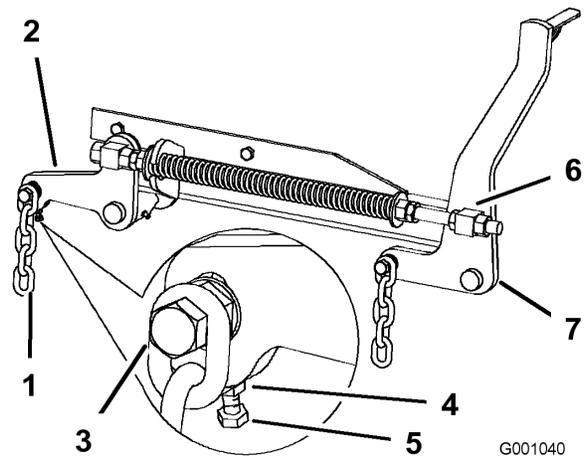

Figura 73
- Si las medidas realizadas en las posiciones **B** o **C** no son correctas, afloje el perno que fija la cadena trasera al brazo de soporte trasero (Figura 73).
- Afloje la contratuerca situada debajo del brazo de soporte trasero y ajuste el perno de ajuste hasta obtener una medida de 79 a 83 mm (3-1/8 a 3-1/4 pulg.) (Figura 73).
7. Afloje las contratuercas de pivote delantero, en la parte delantera de los pivotes derecho e izquierdo, aproximadamente 13 mm (1/2 pulg.) (Figura 73).
8. Ajuste las tuercas de elevación en el lado izquierdo y derecho de la máquina hasta obtener una distancia de 6 a 10 mm (1/4 a 3/8 pulg.) menos en la parte delantera en **A** que en la parte trasera, en **B** (Figura 73).